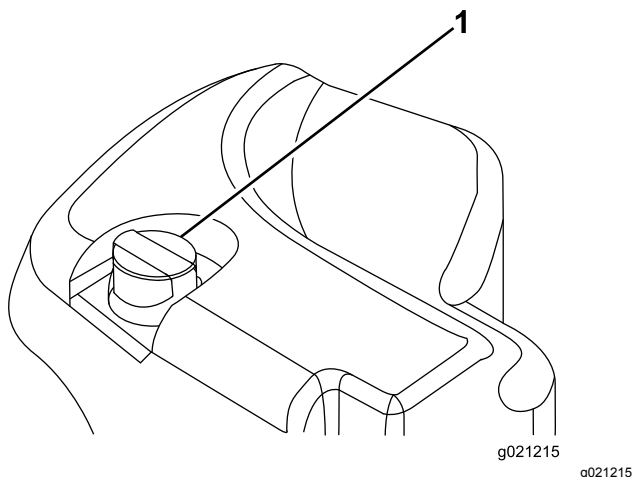

Bild 29
2. Reinigen Sie den Bereich um den Füllstutzen und den Deckel des Hydraulikbehälters (Bild 29). Drehen Sie den Deckel vom Füllstutzen ab.